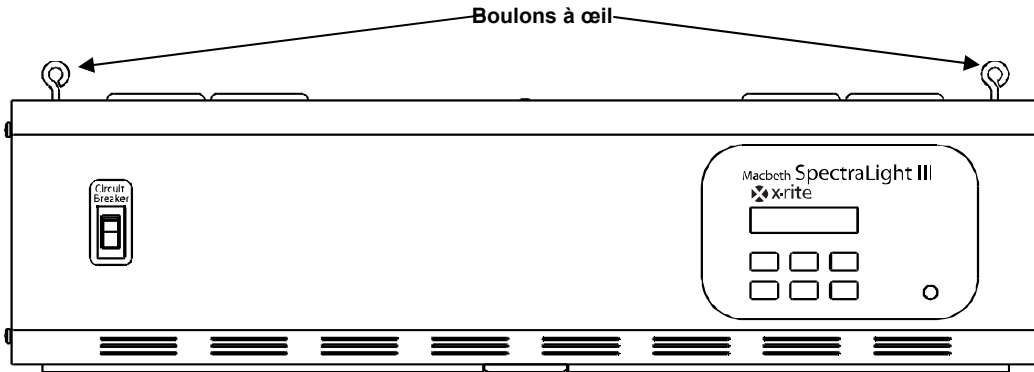

Figure 9. Luminaire
2. Retirez les boulons à œil (quatre pour la configuration à un luminaire, huit pour la configuration à deux luminaires) de leur sachet et vissez-les sur les écrous soudés situés sur la face supérieure du luminaire. Voir Figure 9.